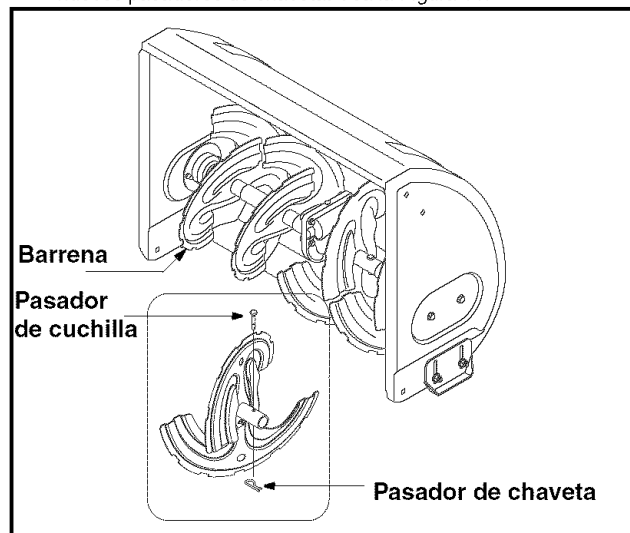

Figura 11
Las barrenas están ajustadas al eje espiral con dos pernos de cuchilla y tuercas hexagonales de seguridad. Vea la Figura 11. Si golpea un objeto extraño o una barra de hielo, la máquina quitanieve está diseñada de manera que los pernos se cortan.
2. De ser necesario reemplace los pasadores. Junto con la máquina quitanieve se incluyen pasadores de cuchilla y pasadores de chaveta de repuesto. Rocíe un lubricante de aceite dentro del eje antes de colocar los pasadores nuevos y asegurarlos con los nuevos pasadores de chaveta. Vea la Figura 11.